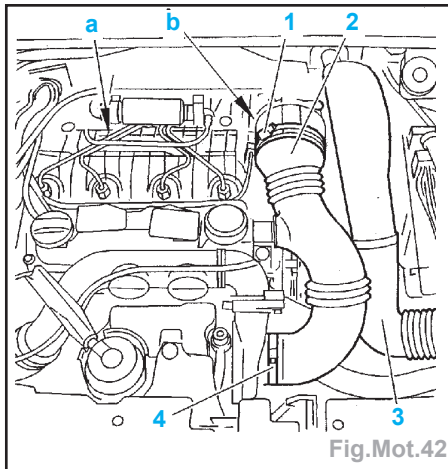

Fig.Mot.42
- Déposer (Fig.Mot.42) :
- le manchon (3),
- les colliers (1) et (4),
- le manchon (2).